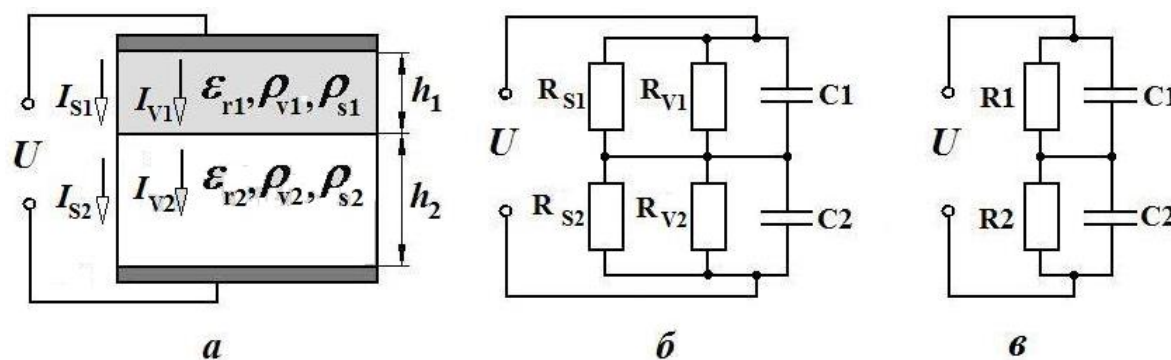

Рис.1. Двухслойный диэлектрик
Изоляционная конструкция высокого напряжения состоит из двух слоев различных изоляционных материалов (рис.1,а). Материал первого слоя имеет относительную диэлектрическую проницаемость  $\varepsilon_{r1}$ , удельное объемное сопротивление  $\rho_{v1}$ , удельное поверхностное сопротивление  $\rho_{s1}$ , тангенс угла диэлектрических потерь  $tg \delta_1$  и толщину  $h_1$ . Материал второго слоя имеет соответственно параметры  $\varepsilon_{r2}$ ,  $\rho_{v2}$ ,  $\rho_{s2}$ ,  $tg \delta_2$ ,  $h_2$ . Изоляционная конструкция находится между двумя электродами прямоугольной формы длиной  $a$  и шириной  $b$ . К электродам прикладывается постоянное напряжение  $U$ . Исходные данные приведены в таблице 3 и таблице 4.
1. Определить параметры  $R1, R2, C1, C2$  схем замещения, показанных на рис.1,б,в.